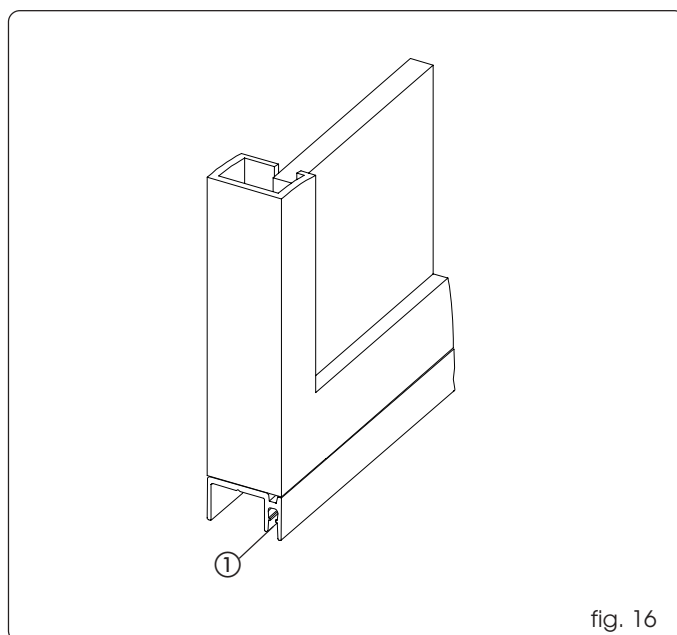

fig. 16
Snijd het onderste glijprofiel af op de lengte van de vleugel, en zet hem aan de onderkant vast, fig. 16.
Breng indien nodig de borstel aan in de daarvoor bestemde ruimte in het glijprofiel, fig. 16 ref. ①.